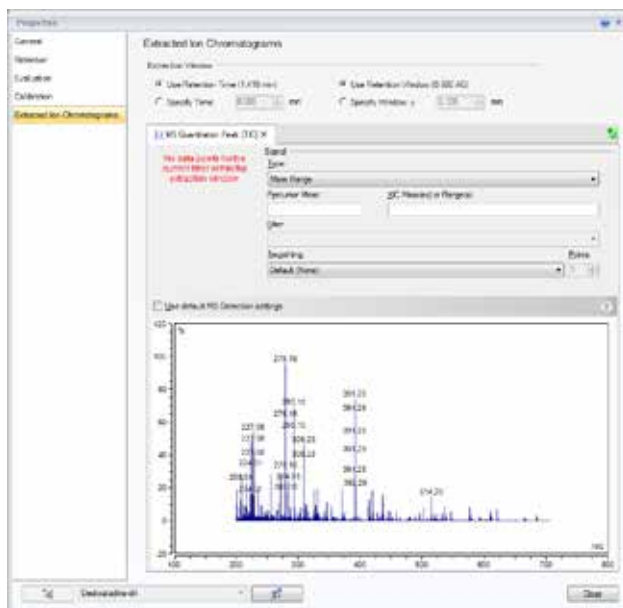

图 14. 提取离子色谱图属性页面
1. 通过突出显示组分表中的整行选择某一组分，单击**显示属性**以显示属性对话框，然后在属性导航窗格中选择**提取离子色谱图**（图 14）。